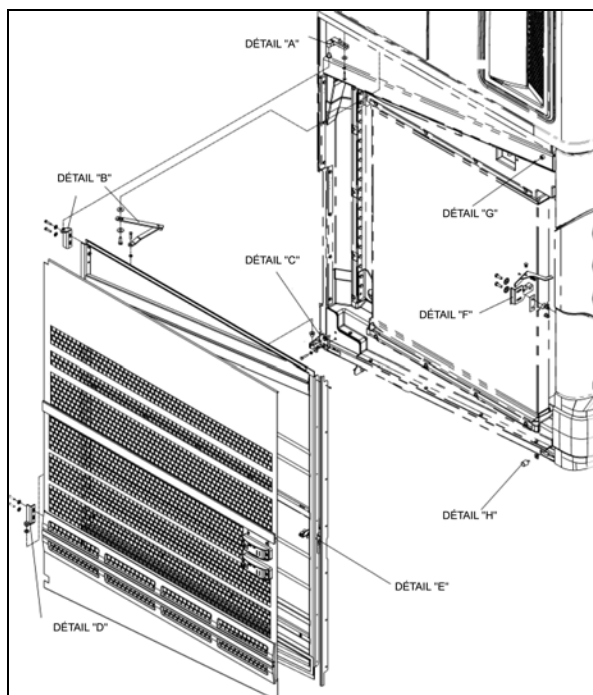

FIGURE 74 : PORTE DU RADIATEUR
1. Desserrer les boulons (1, Figure 74) qui fixent la charnière à la structure du véhicule pour déplacer la porte vers la gauche ou la droite.
2. Desserrer les boulons (2, Figure 74) permet de déplacer la porte vers le haut ou le bas.